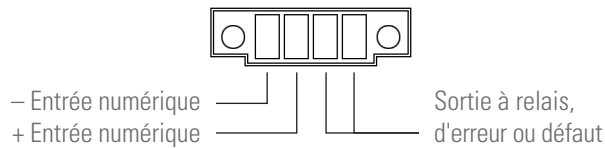

Fig. 15. Connecteur Entrée numérique-Sortie relais.
- L'équipement dispose d'un connecteur à quatre broches pour une entrée numérique et une sortie relais (voir Fig. 15).